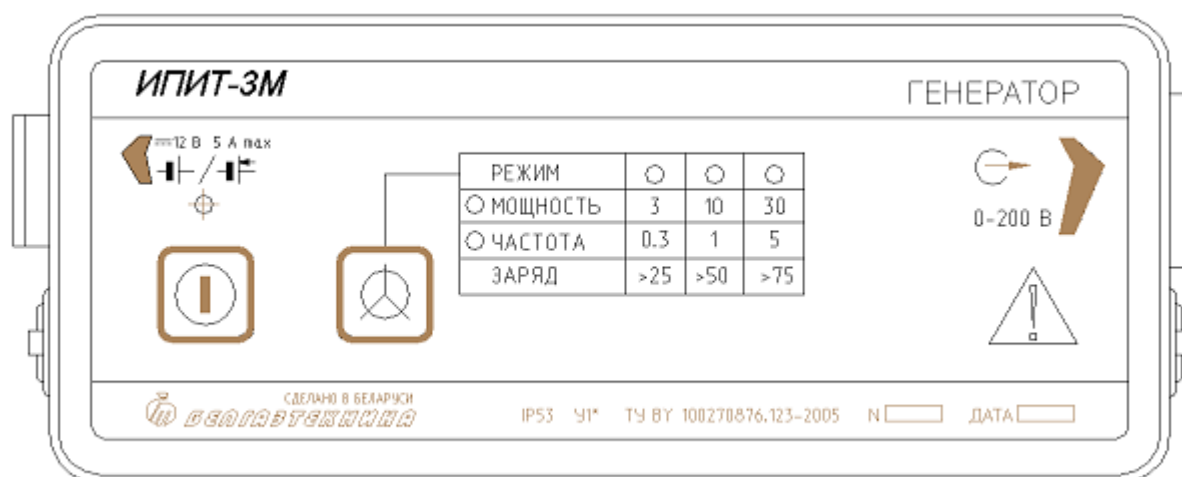

Рисунок 3.4
3.2.1 Генератор представляет собой металлический корпус со степенью защиты оболочки IP53, согласно ГОСТ 14254-96. На передней панели генератора размещены кнопка  и светодиод включения генератора, кнопка установки параметра , светодиод МОЩНОСТЬ, светодиод ЧАСТОТА и три светодиода, показывающие значение параметра (рисунок 3.4).